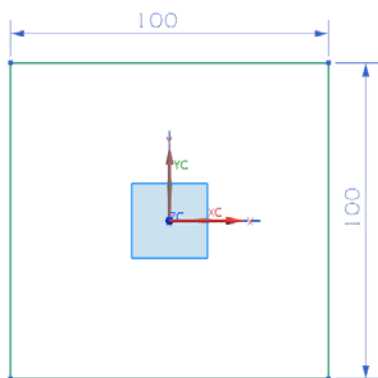

图 4-36 突出块特征轮廓草图
(1) 选择“菜单(M)”→“插入(S)”→“突出块(B)”，或者单击“主页”选项卡“基本”面组上“突出块”按钮，打开“突出块”对话框。单击图标，选择 XC-YC 平面为草图绘制面，绘制基本突出块特征轮廓草图，如图 4-36 所示。单击“完成”图标，草图绘制完毕。